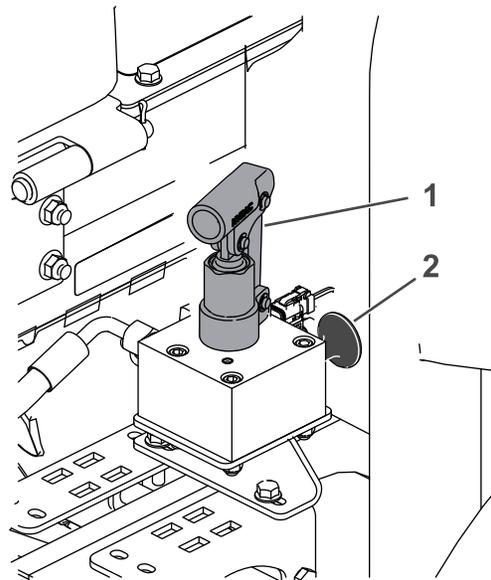

Figura 99
4. Individuate la posizione del collettore di rilascio del freno vicino alla ruota anteriore destra e dietro al serbatoio idraulico (Figura 99).